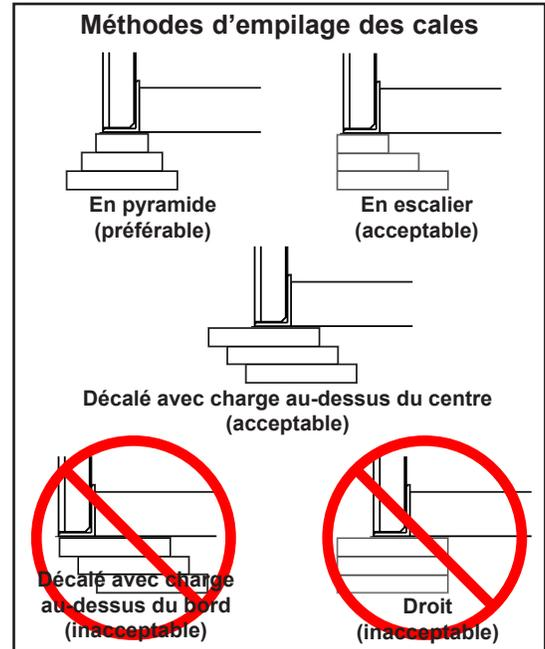

Figure 10
2. À partir des résultats obtenus à l'étape 1, créer les piles de cales individuelles sur le fond de la fosse à chaque emplacement (**B**). Constituer chaque pile de cales (**M**) de telle sorte que la cale du haut mesure au moins 114,3 mm x 114,3 mm (4-1/2 po x 4-1/2 po) et que les cales inférieures soient successivement plus grandes afin de pouvoir les souder ensemble à l'aide d'une soudure d'angle. Si la méthode d'empilage décalé est utilisée, s'assurer que la charge est au-dessus du centre de la pile de cales, pas au bord. NE PAS utiliser de méthode d'empilage droit. Voir Figure 10.